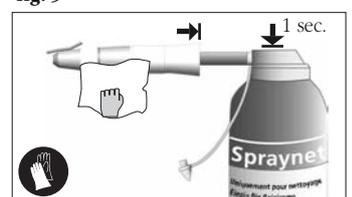

fig. 6
- Sprayer l'intérieur et l'extérieur de l'instrument (fig. 6) pour expulser les résidus et nettoyer soigneusement les surfaces.
Sprayer l'extérieur et l'intérieur de l'instrument avec le produit **Spraynet** (fig. 6) pour évacuer immédiatement le détergent et l'eau de rinçage afin d'éviter la détérioration et le blocage des pièces internes.